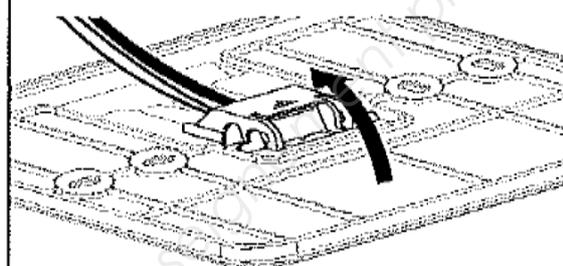

Fig. 2
- raccorder la paire de fils au connecteur (comme explique page suivante) et rabattre la languette de protection (fig.2),